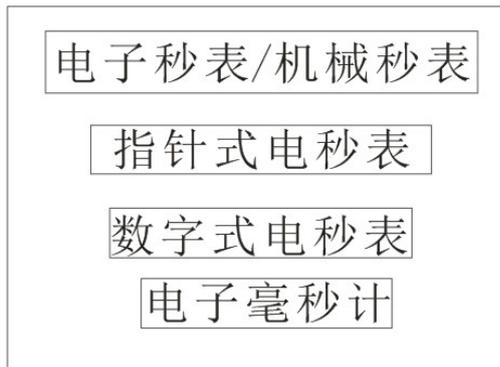

图 4.1 GDS-50 型秒表检定仪开机界面
①打开 GDS-50 型秒表检定仪电源开关，界面如图 4.1 所示：